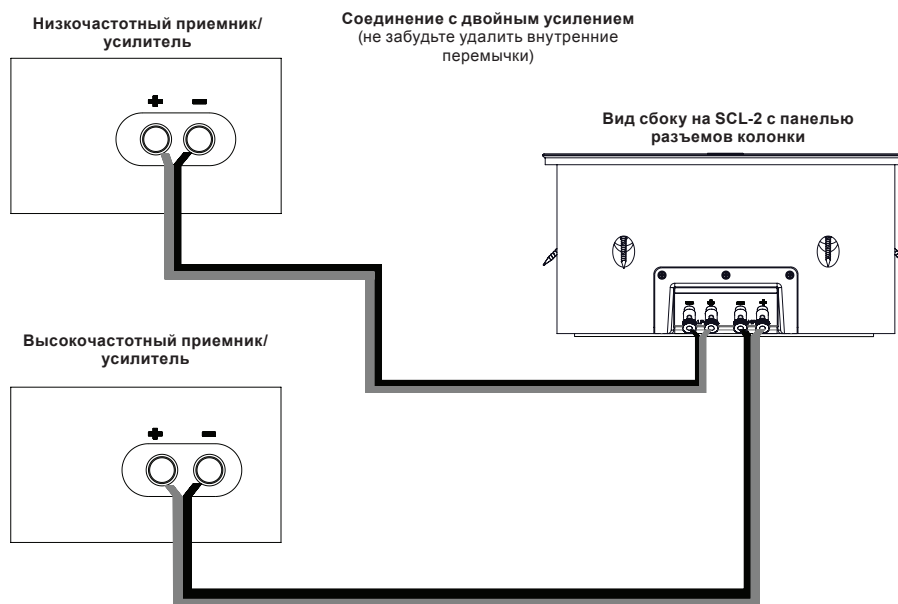

Рисунок 9
3. Подключите пару с меткой «HF» к выходу динамика «HF», а пару с меткой «LF» – к выходу «LF». (Рисунок 9)